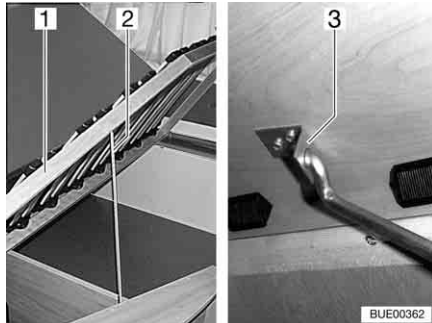

Fig. 84 Letto fisso
- Sollevare il telaio portamaterasso (Fig. 84,1), allentare la guida (Fig. 84,2) dal suo ancoraggio e inserirla nel foro del supporto (Fig. 84,3).
- Sollevare il telaio portamaterasso (Fig. 84,1), allentare la guida (Fig. 84,2) dal supporto (Fig. 84,3) e incastrarla nell'ancoraggio.